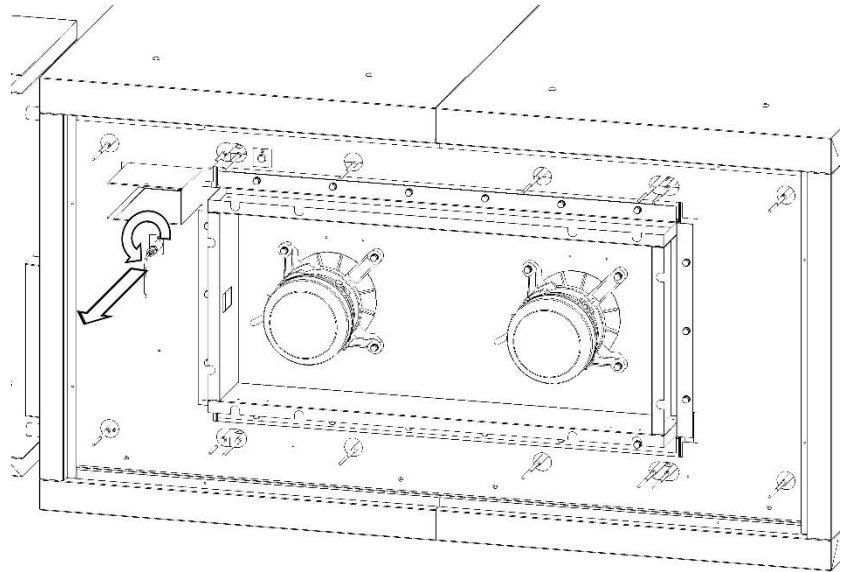

Fig.11B
5. Con una chiave da 12 allentare il dado di fissaggio del supporto e sfilare la sonda (Fig.11B).